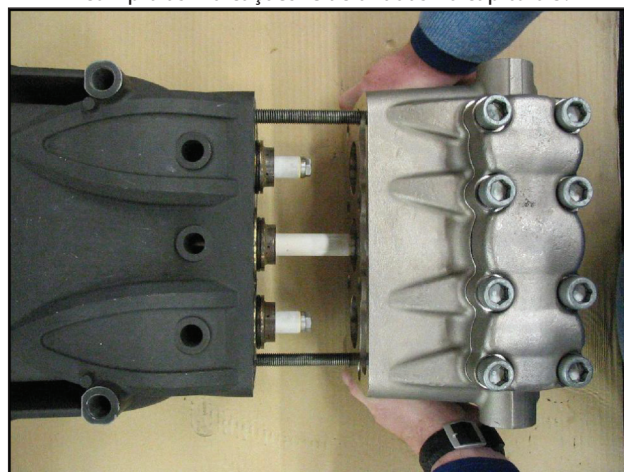

Fig. 33
- B) Lubrifique os componentes ②③⑤ com lubrificante de silicone do tipo OCILIS, cód. 12001600. Tal operação é considerada necessária também para facilitar a adaptação das bordas da estanqueidade sobre os pistões.
2. Use dois parafusos - tomada de serviço (cód. 27726000) fixada ao cárter, conforme indicado na Fig. 33, posicione o cabeçote completo, certificando-se de que esteja centralizado no pistão central.